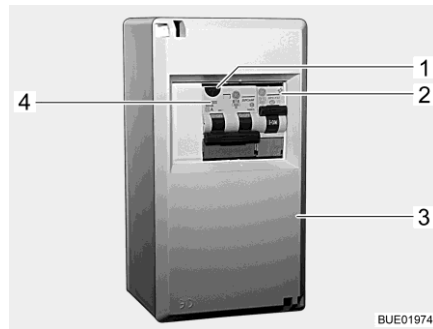
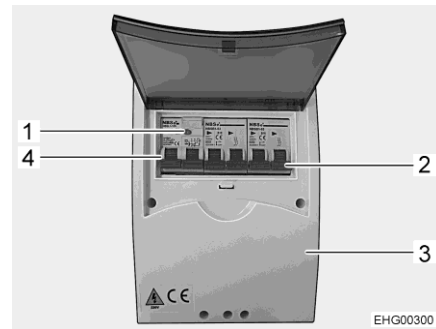

Bild 186 230-V-Sicherungskasten
Bild 187 230-V-Sicherungskasten (Variante)
- Die Leitungsschutzschalter (Bild 186,2, Bild 186,4 oder Bild 187,2, Bild 187,4) im Sicherungskasten (Bild 186,3 oder Bild 187,3) ausschalten.
- Wenn das Fahrzeug an die 230-V-Versorgung angeschlossen ist, die Prüftaste (Bild 186,1 oder Bild 187,1) des kombinierten Fehlerstrom-/Leitungsschutzschalters (Bild 186,4 oder Bild 187,4) im Sicherungskasten (Bild 186,3) drücken. Der Fehlerstrom-Schutzschalter muss auslösen.